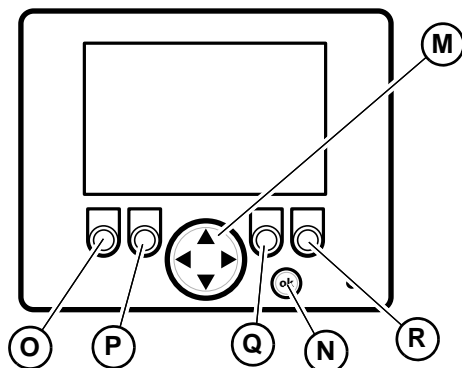

Figura 20 – Mostrador eletrónico do centro de informação
<p data-bbox="537 1146 866 1170">Exibição de quatro indicadores</p> <p data-bbox="441 1187 955 1446">Exibe quatro parâmetros de estado diferentes em simultâneo. Para alterar os parâmetros mostrados, prima continuamente o botão OK (N, Figura 20) até a barra laranja (T) ser mostrada. Prima o lado esquerdo/direito do botão de navegação de quatro vias (M, Figura 20) para selecionar o parâmetro e prima o lado superior/inferior do botão de navegação de quatro vias para alterar o parâmetro selecionado. Prima o botão OK novamente para ignorar a barra laranja (T).</p>
<p>Exibição de um único indicador</p> <p>Exibe parâmetros de funcionamento individuais em tempo real. Alterne entre parâmetros com o botão de navegação (M, Figura 20). Utilizado para várias funções, dependendo do ecrã e do contexto.</p>
<p>Todos os ecrãs secundários</p>	<p>Os ecrãs secundários são acedidos, mantendo premido o botão OK (N, Figura 20) durante 10 segundos enquanto o ecrã com exibição de dois indicadores é exibido. Prima o lado esquerdo/direito do botão de navegação de quatro vias (M, Figura 20) para alternar entre ecrãs secundários.</p>
<p>The screenshot shows the 'UNITS' menu with 'SAE' highlighted in a white box and 'METRIC' dimmed. A double-headed vertical arrow is centered below the options.</p>	<p>Ecrã de unidades</p> <p>Prima o lado superior/inferior do botão de navegação de quatro vias (M, Figura 20) para alternar entre unidades SAE ou métricas para os valores exibidos nos ecrãs.</p>
<p>The screenshot shows the 'LANGUAGE' menu with 'ENGLISH' highlighted in a white box and 'SPANISH' dimmed. A double-headed vertical arrow is centered below the options.</p>	<p>Ecrã do idioma</p> <p>Prima o lado superior/inferior do botão de navegação de quatro vias (M, Figura 20) para alternar entre o idioma inglês ou espanhol para os valores exibidos nos ecrãs.</p>
<p>The screenshot shows the 'DM1' screen. At the top left, it says '0 of 0' next to a circled 'T' icon. Below this, three rows display error codes: 'SPN: 0', 'FMI: 0', and 'OCI: 0'. Small downward and upward pointing triangles are at the bottom.</p>	<p>Ecrã DM1</p> <p>Exibe informações de mensagens de códigos de erro do motor, sistema de transmissão, comando e sistema de segurança. O número de mensagens disponíveis é exibido no lado superior esquerdo do ecrã (T). Utilize os botões (P e Q, Figura 20) para percorrer as mensagens. Ver "Códigos de avaria (DTC) do motor" na página 179 para detalhes sobre códigos de erro específicos.</p>
<p>The screenshot shows the 'DM2' screen. At the top left, it says '0 of 0' next to a circled 'T' icon. Below this, three rows display error codes: 'SPN: 0', 'FMI: 0', and 'OCI: 0'. Small downward and upward pointing triangles are at the bottom.</p>	<p>Ecrã DM2</p> <p>Continuação da exibição de mensagens de códigos de erro junto com o ecrã DM1. O número de mensagens disponíveis é exibido no lado superior esquerdo do ecrã (T). Utilize os botões (P e Q, Figura 20) para percorrer as mensagens. Ver "Códigos de avaria (DTC) do motor" na página 179 para detalhes sobre códigos de erro específicos.</p>